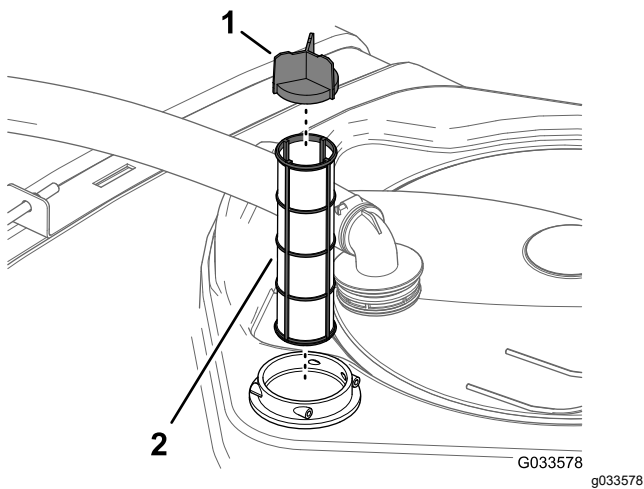

图 104
4. 从药缸内的过滤器外壳中拆除旧的吸入式过滤器图 104。